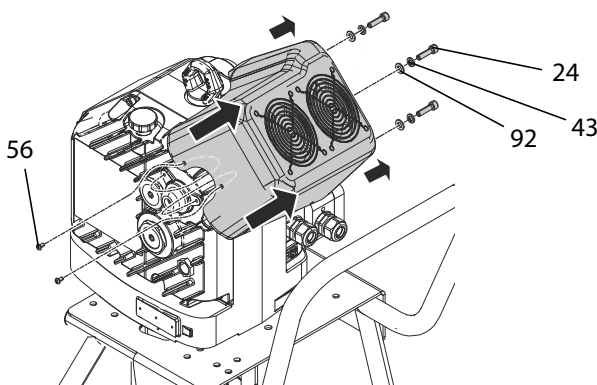

Рис. 14: Демонтаж блока вентилятора
- Установите новый блок вентилятора. Чтобы установить блок вентилятора на место, вставьте крышку в пазы, расположенные сбоку распределительной коробки и слегка нажмите на дальний край (см. Рис. 14 на стр. 15).